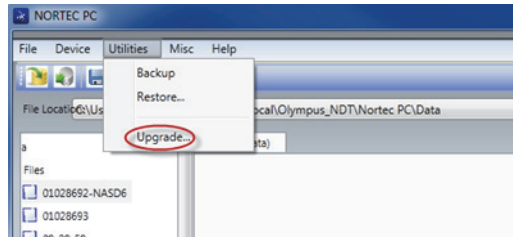

Figura 6-12 Menu Utilities
- No menu **Utilities** do NORTEC PC, selecione **Upgrade** (veja Figura 6-12 na página 315).